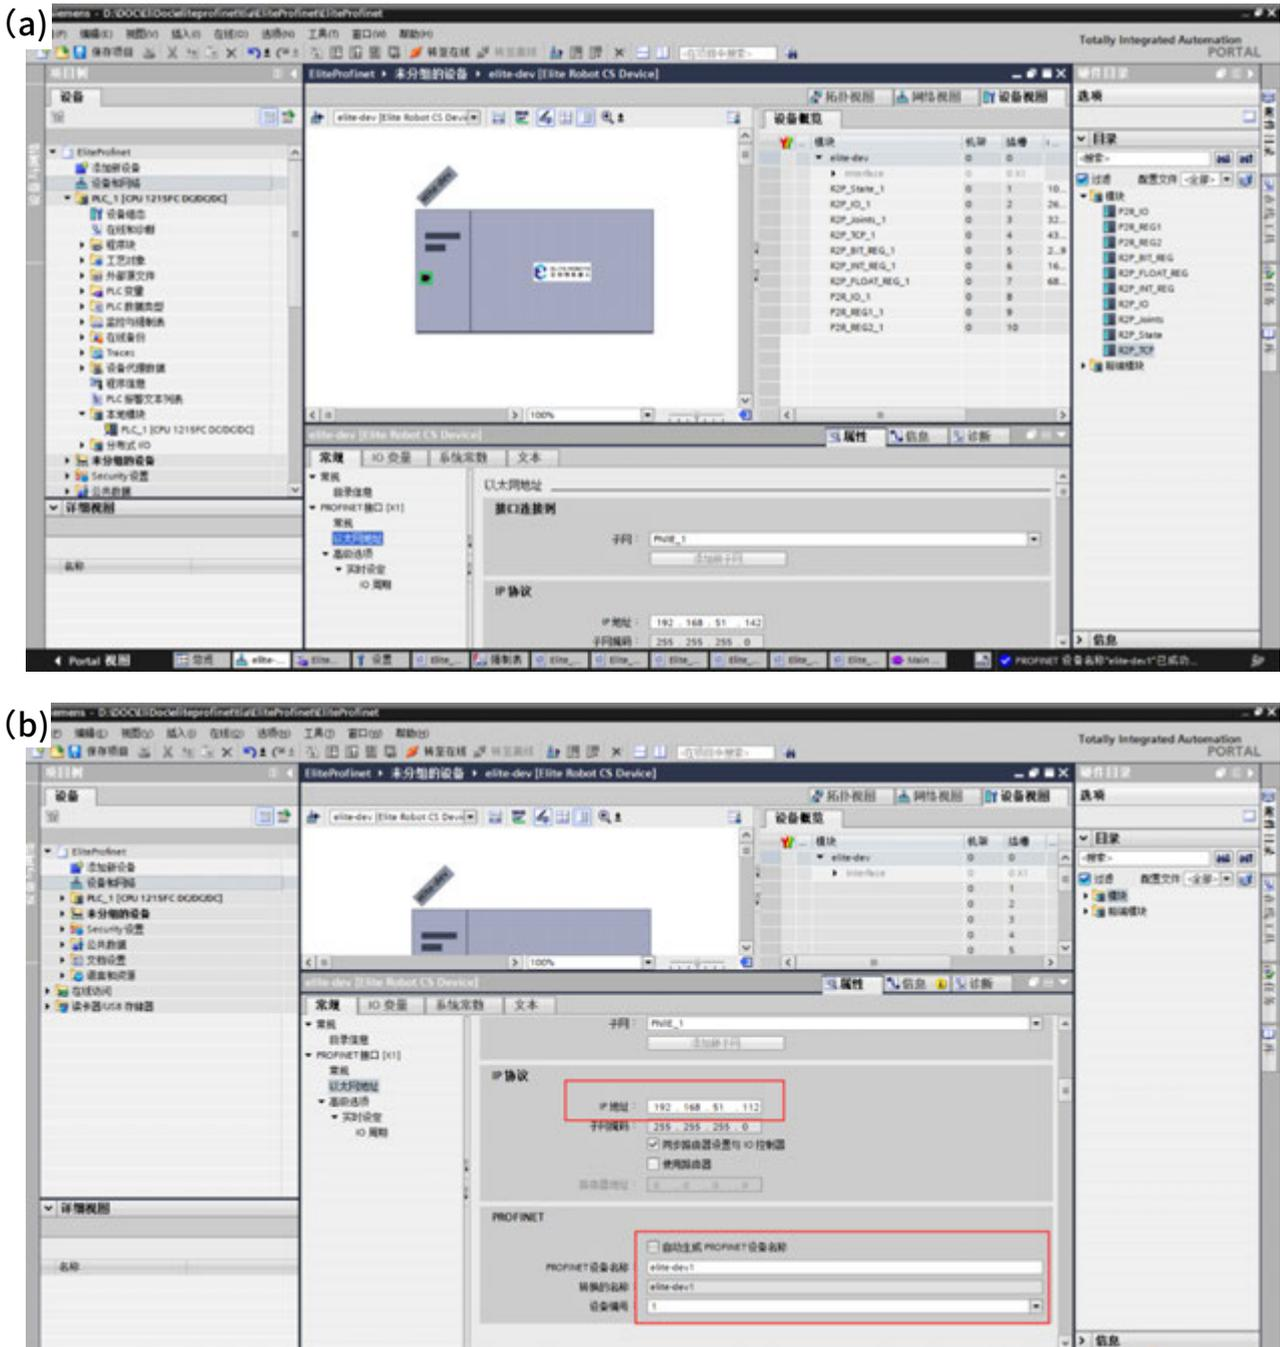

図 15-5 設定 IP と設備名称
4) 「elite-dev」をダブルクリックして、IP と設備名称を設定する、注意：この IP はロボット FB2 ネットワーク IP と一貫性を保持すること、詳細は図 15-5 (a) と図 15-5 (b) に示す。